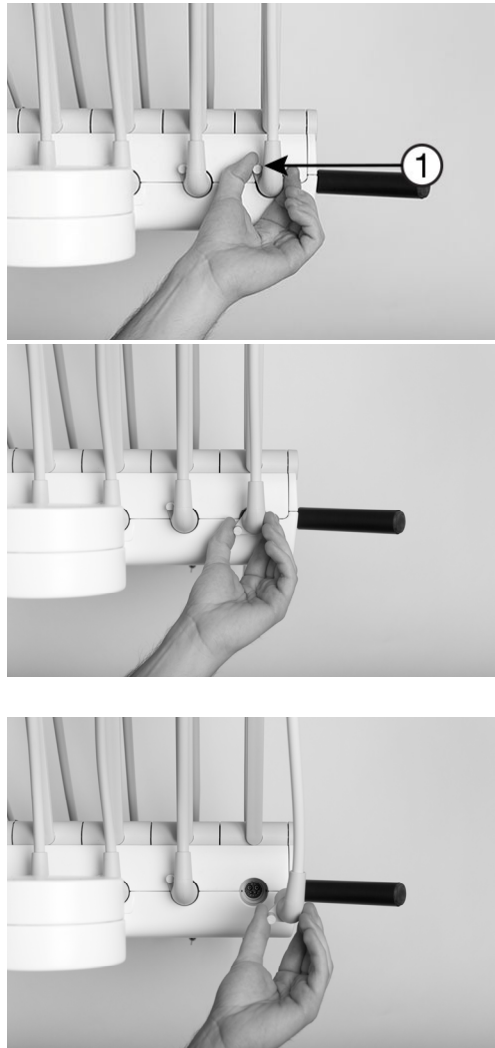

Abbildung 63 – Entfernen des Instrumentenschlauchs, (1) Entriegelungsgriff
Entfernen Sie den Instrumentenschlauch, indem Sie den Entriegelungsgriff (1) gegen den Uhrzeigersinn drehen und das Anschlussstück herausziehen, wie in Abbildung 63 dargestellt.